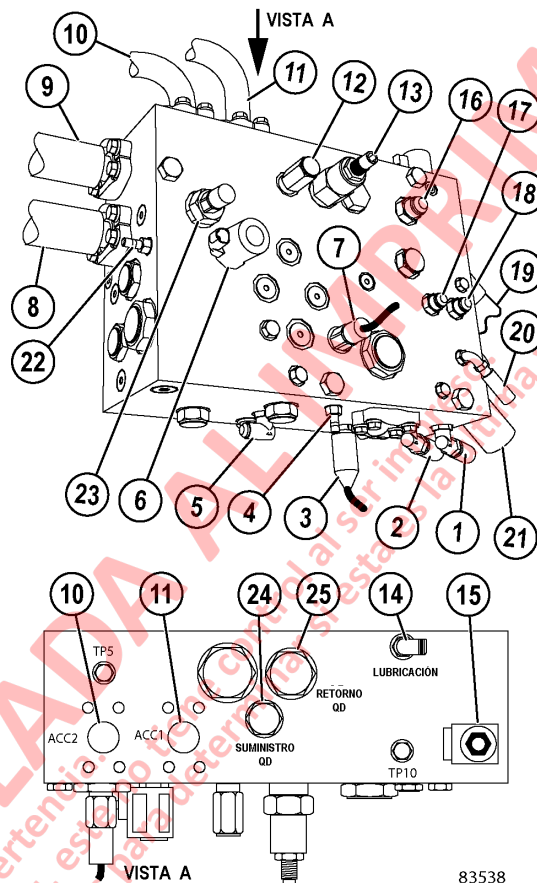

FIGURA 50-2. MÚLTIPLE DE PURGA
2. Desconecte las líneas hidráulicas. Instale las nuevas juntas tóricas en los acoples de la brida y conecte las mangueras a los puertos correspondientes (Vea Figura 50-2).
3. Conecte los cables eléctricos a las solenoides (6, Figura 50-2) y (15), el interruptor de presión (7) y los sensores de presión (3) y (23). Si se movieran las válvulas de retención o las de alivio, instale sellos de juntas tóricas nuevos, antes de ponerlas en el múltiple de purga.